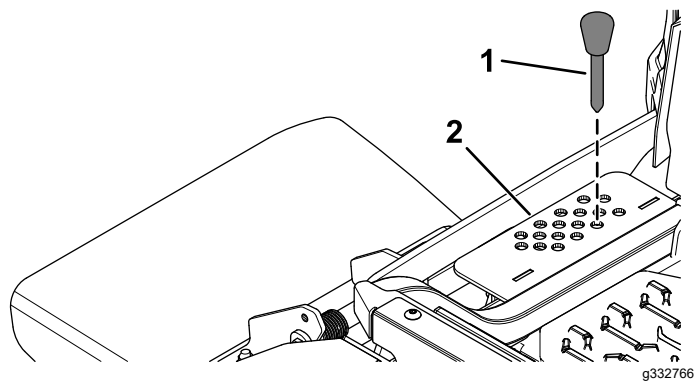

Figura 1
8. Retire el pasador de altura de corte del soporte de altura de corte (Figura 1).